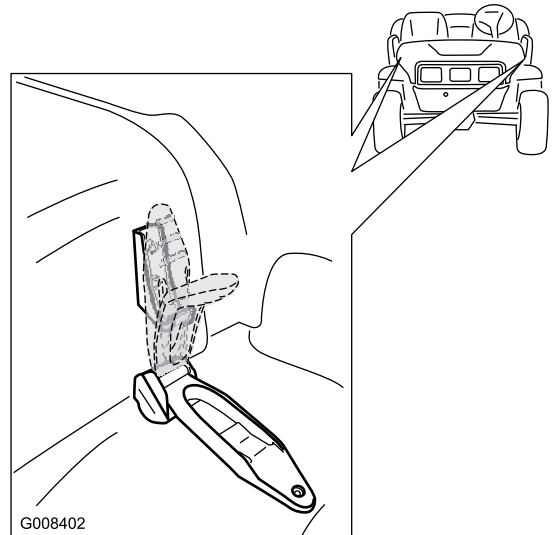

Bild 26
1. Heben Sie den Hebel der Gummiriegel an jeder Seite der Motorhaube an (Bild 26).
2. Fluchten Sie die Gummriegel auf den Riegelankern an jeder Seite der Motorhaube aus, um die Motorhaube zu befestigen (Bild 26).